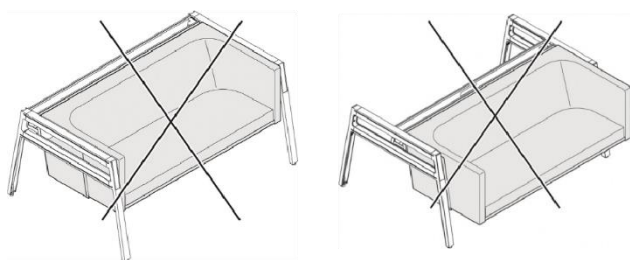

Figure 20 Canapé, montage inadmissible
- dans les éléments de base (pieds et chemin de câbles) à la place d'un plateau d'un poste de travail individuel (voir Figure 20 à gauche).
- dans les éléments de base (pieds et chemin de câbles) à la place d'un plateau d'un poste de travail double (voir Figure 20 à droite) si aucune autre montage n'a lieu de l'autre côté.